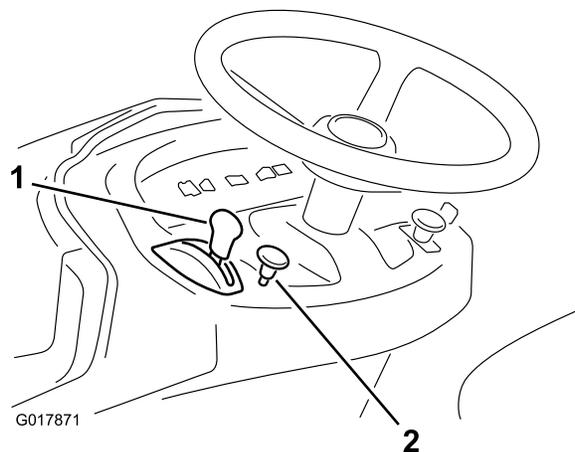

Figura 9
5. Si el motor está frío, tire hacia fuera del mando del estárter (Figura 9).
6. Gire la llave de contacto en el sentido de las agujas del reloj y manténgala en la posición de Arranque (Figura 9).
7. Cuando el motor arranque, mueva lentamente la palanca de control del acelerador a la posición de Rápido (Figura 9).
1. Mueva la palanca del acelerador a la posición de Lento (Figura 9).
2. Gire la llave de contacto a la posición de Desconectado (Figura 9).